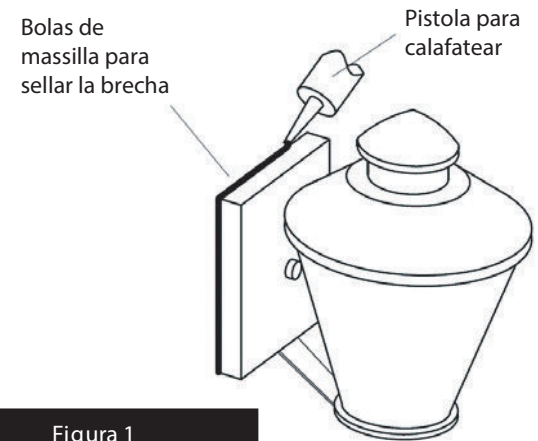

Figura 1
1. Conecte el cable de alimentación positiva (A) (normalmente negro o la cara lisa, sin marcas del cable de dos conductores) de plomo accesorio positivo (B) con un giro de tamaño adecuado en el conector - Véase la Figura 1 y 2.
2. Conecte el cable de alimentación negativa (C) (por lo general de color blanco o el lado marcado estriado del cable de dos conductores) de plomo accesorio negativo (D).
Para conectar a tierra en un sistema eléctrico de 3 hilos, fije el cable de tierra del artefacto (E) (generalmente de cobre o verde recubierto de plástico) a la brida de montaje accesorio (M) con el tornillo de tierra (S) - Véase la Figura 1. Nota : En las correas de accesorios compatibles tornillos, primero instale los dos tornillos de montaje de la correa. Cualquier agujero roscado restante puede ser utilizado para el tornillo de tierra.